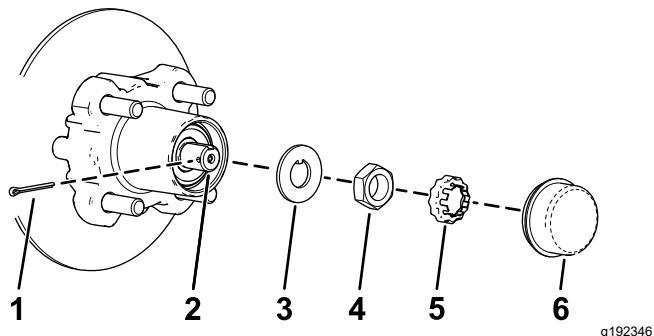

Figure 32
4. Retirez le couvre-moyeu du moyeu (Figure 32).
5. Retirez la goupille fendue et le frein d'écrou de la fusée et de son écrou (Figure 32).
6. Enlevez l'écrou de la fusée, et séparez l'ensemble moyeu et rotor de la fusée (Figure 32 et Figure 33).